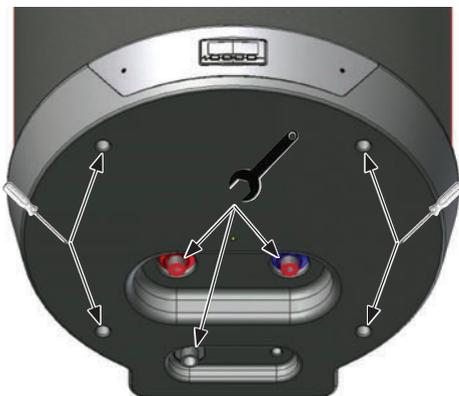

Figura 9.1
- Rimuovere il pannello inferiore agendo sulle apposite viti di chiusura (Figura 9.1).
Per la verifica o sostituzione dell'anodo sacrificale procedere con la rimozione del pannello inferiore (Figura 9.1).